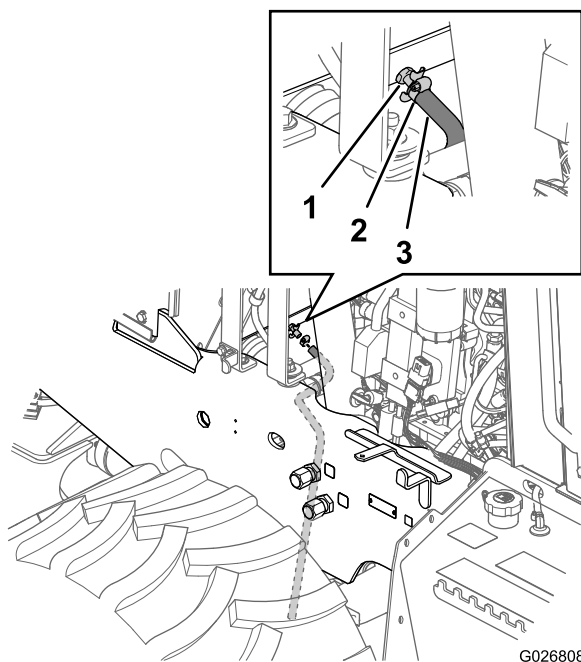
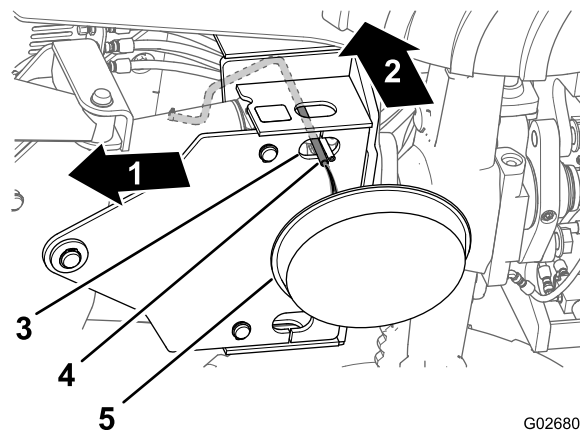
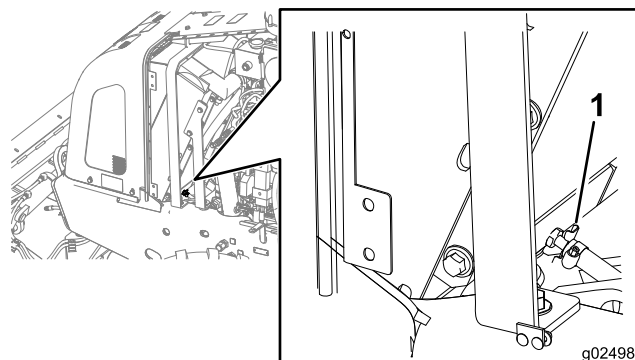

Figura 104
Figura 105
Figura 106
4. Conecte una manguera resistente al refrigerante de 3/8 x 30 pulgadas sobre la salida de la válvula de vaciado del radiador (Figura 104).
5. Sujete la manguera a la válvula de vaciado con una abrazadera (Figura 104).
6. Enrute la manguera hacia abajo y a través del orificio de la placa de montaje inferior de la cuchilla de relleno (Figura 105).
7. Coloque un recipiente de vaciado con capacidad mínima de 23 L (6 galones) debajo del extremo abierto de la manguera de vaciado (Figura 105).
9. Cierre la válvula de vaciado (Figura 106).
10. Retire la manguera de vaciado y la abrazadera (Figura 104 y Figura 105).
- A. Asegúrese de que el radiador ha sido vaciado de refrigerante y que la válvula de vaciado está cerrada (Figura 106).
- D. Abra el tapón de vaciado y drene la solución de limpieza en un recipiente (Figura 104 y Figura 106).
- E. Cierre la válvula de vaciado (Figura 106).
- C. Abra la válvula de drenaje (Figura 106) y drene el agua en un recipiente de vaciado.